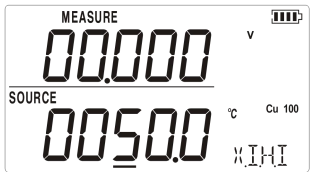
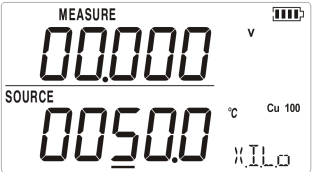

图 6.2-2
图 6.2-3
4. 如果校验仪的显示屏幕显示 X.I.H.I 或 X.I.L.O，表示您的待测设备的激励电流已经超出本机的限制，如图 6.2-2 和图 6.2-3 所示。